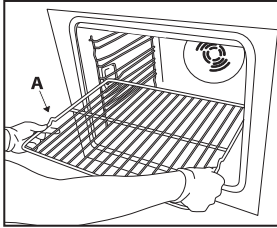

Fig.1
1. För in gallret vågrätt med upphöjningen "A" vänd uppåt (fig. 1).